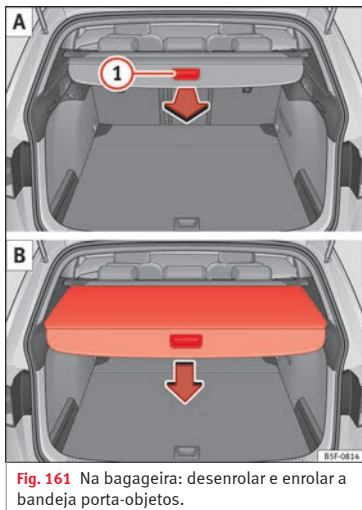

Fig. 161 Na bagageira: desenrolar e enrolar a bandeja porta-objetos.
- Puxe uniformemente a bandeja porta-objetos pela pega » **Fig. 161** ① **A** para trás e retire-a até ao topo até ouvir o som de encaixe.
- Pressione a pega da bandeja porta-objetos no sentido da seta até desbloqueá-la » **Fig. 161** **B**.